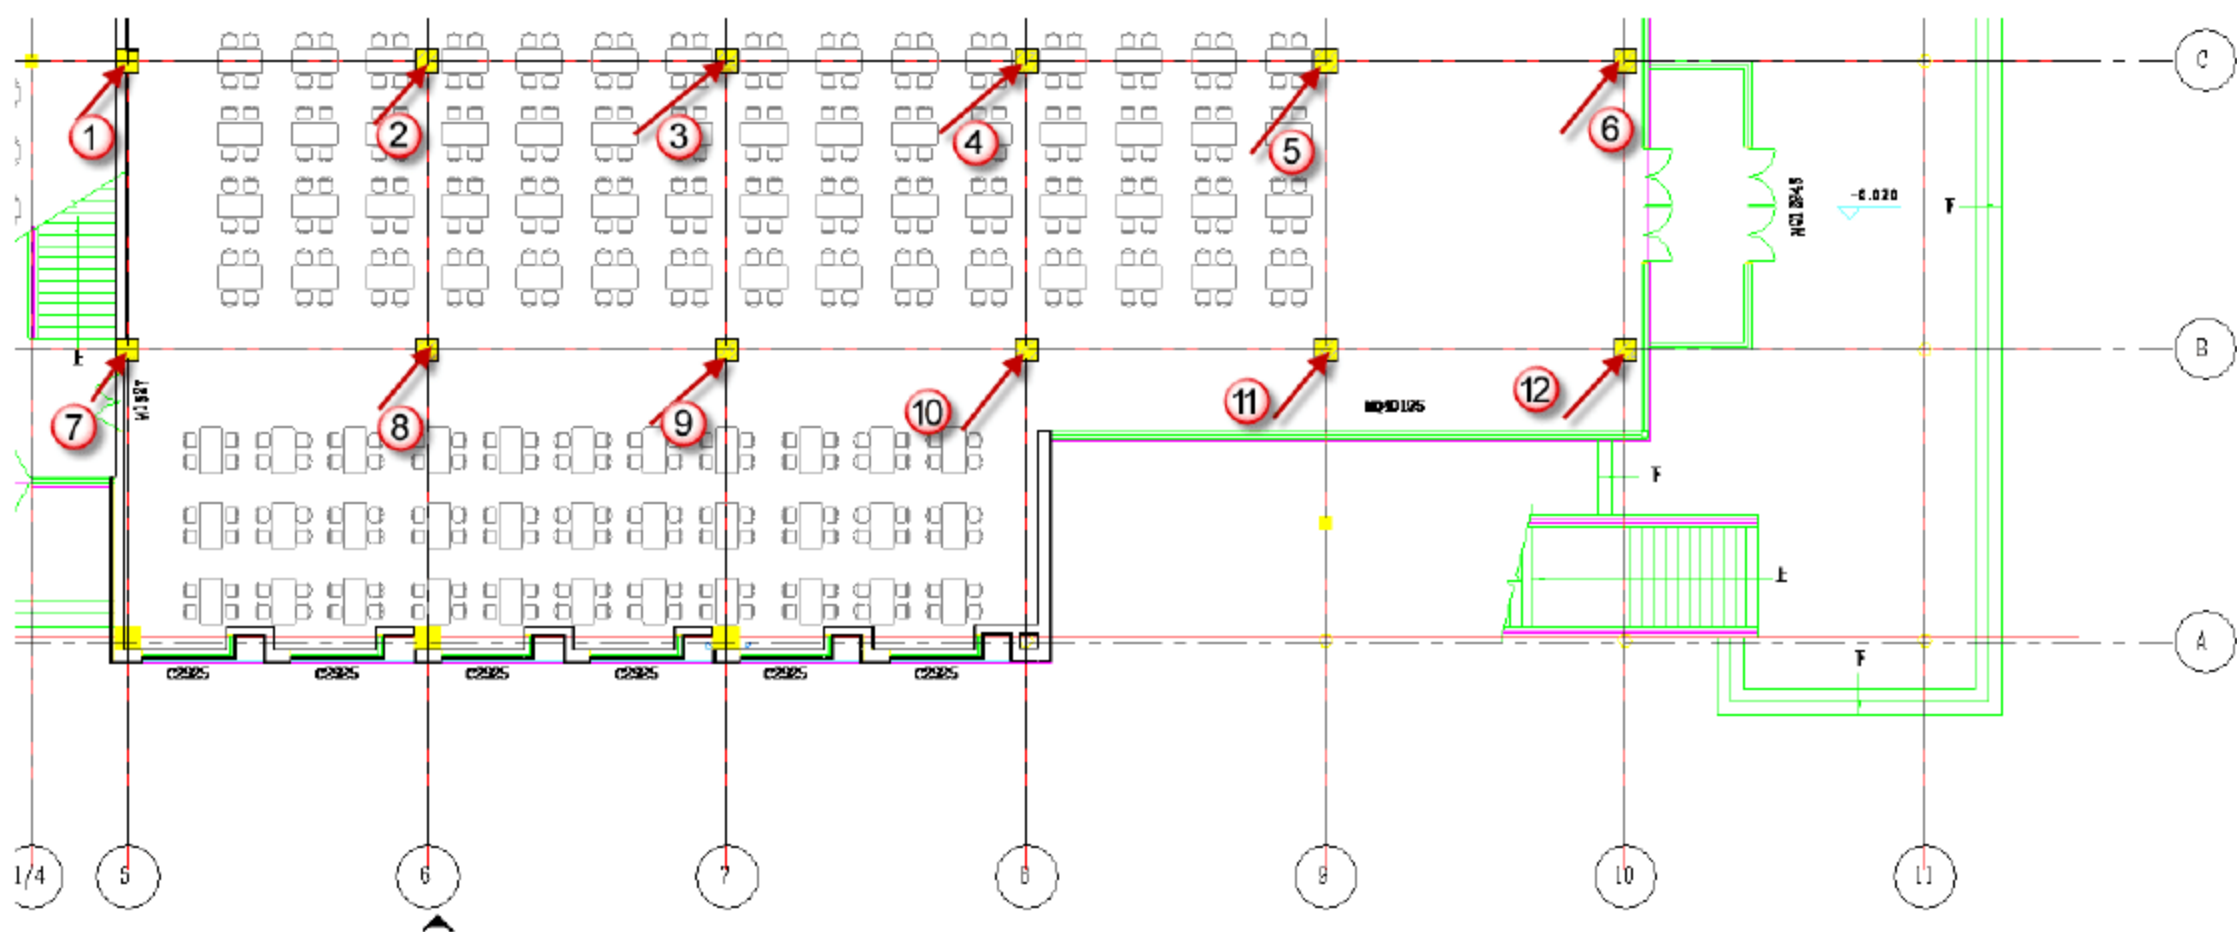

图 10.2.63 “600\*600”矩形柱的绘制部分对齐点
(6) A 轴到 C 轴和 6 轴到 11 轴之间“600\*600”建筑柱的绘制。将光标对准如图 10.2.63 所示的对齐点,再单击对齐。完成后可以按 Esc 键退出,这样就完成了所有“600\*600”建筑矩形柱的绘制。